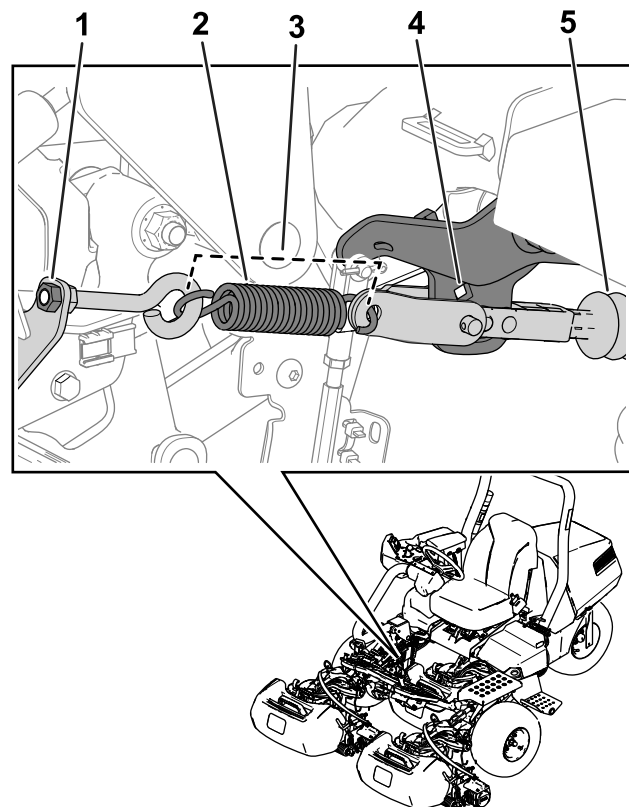

Figura 30
**Nota:** Consulte la Figura 30 para conocer el procedimiento.
5. Alivie la tensión del muelle aflojando la tuerca que sujeta el cáncamo al soporte del muelle (Figura 30).
3. Instale el muelle según se muestra en Figura 30.
4. Apriete la tuerca del cáncamo, de modo que la longitud del muelle sea de 11,4 cm cuando se instale (Figura 30).